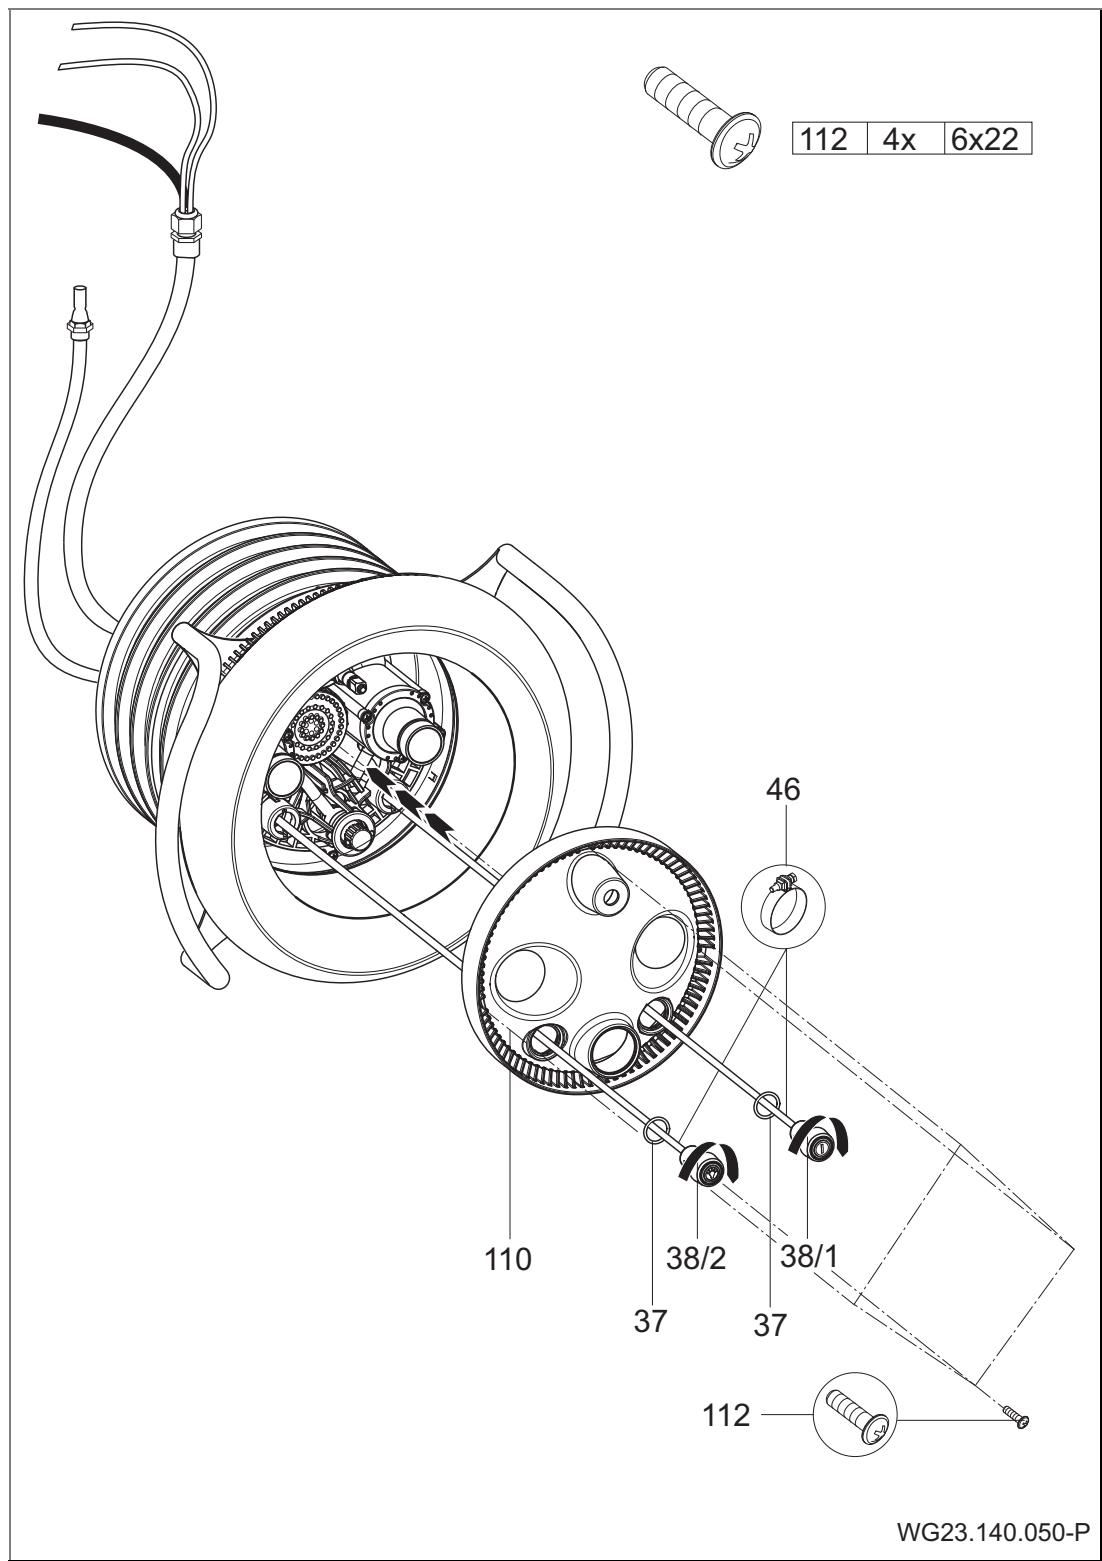

Abb. 18
10. Pneumatikschläuche durch die unteren/äußereren Öffnungen der Lichtabdeckung (110) führen; Licht EIN/AUS links, Pumpe EIN/AUS rechts. Lichtabdeckung (110) auf Düsengehäuse (102.1) zentrisch ausrichten und mit vier Schneidschrauben (112) befestigen. (Abb. 18)
11. Jeweils einen O-Ring (37) auf die Pneumatiktaster (38/1; 38/2) schieben. Pneumatikschläuche an entsprechenden Tastern mit Schlauchklemmen (46) befestigen. Beide Pneumatiktaster durch die Lichtabdeckung (110) in das Düsengehäuse stecken und durch Drehen im Uhrzeigersinn verriegeln. (Abb. 18)